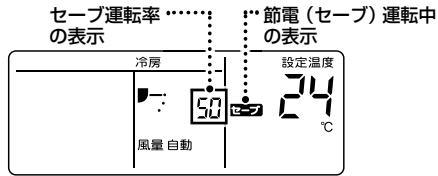

図3：節電（セーブ）運転中の画面
- セーブ運転率の設定後は、節電（セーブ）運転中画面が表示されます。（図3）